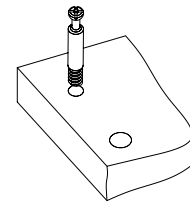

Рис.1
- Вкрутить шпильки минификсов в соответствующие плоскостные отверстия крышки 1, опор 5, 6, боковин 3, 4, фасадной планки 13 (Рис. 1).